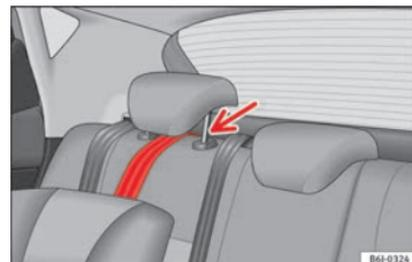

Fig. 27 Correia de fixação: ajuste correto e montagem.
- Coloque a correia por baixo do encosto de cabeça do banco posterior»» Fig. 27 (se necessário, levante o encosto de cabeça).